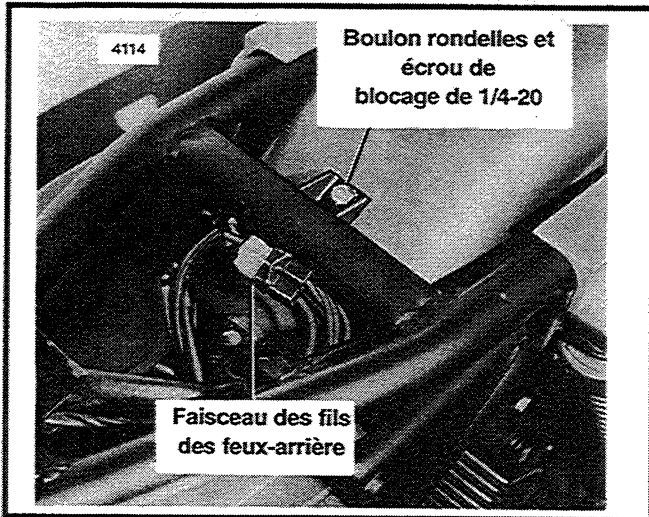

Figure 2-55. Câblage des feux-arrière et du clignotant
2. Voir Figure 2-55. Débranchez le connecteur à broches. Utilisez un CHASSE-GOUPILLE (Réf. HD-97362-71) pour extraire les broches.
5. Voir Figure 2-55. Retirez la vis de 1/4-20 po. et les pièces fixant le garde-boue au cadre.
7. Voir Figure 2-55. Réinstallez les broches du connecteur, dans leurs emplacements d'origine.